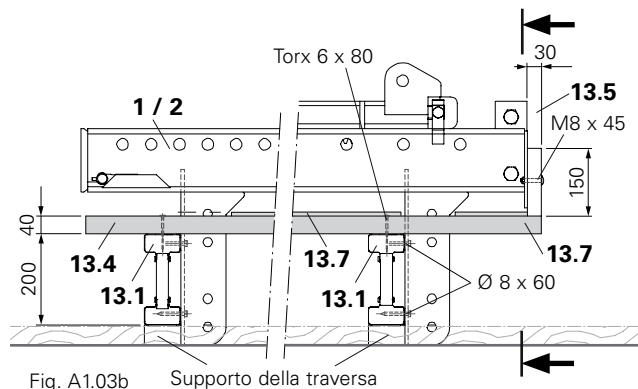

Fig. A1.03b Supporto della traversa
5. Fissare ogni tavola alle travi VT 20 con 4 viti Torx 6 x 80 (2x ciascun incrocio con VT 20). (Fig. A1.03b)
- Fissare la tavola fermapiEDE alle traverse con viti M8 x 45 MU. (Fig. A1.03b)
5. Fissare ogni tavola ai travetti con 4 viti Torx 6 x 80 (2x ciascun incrocio con i travetti). (Fig. A1.03b)
- Fissare la tavola fermapiè alle traverse con viti M8 x 45 MU. (Fig. A1.03b)